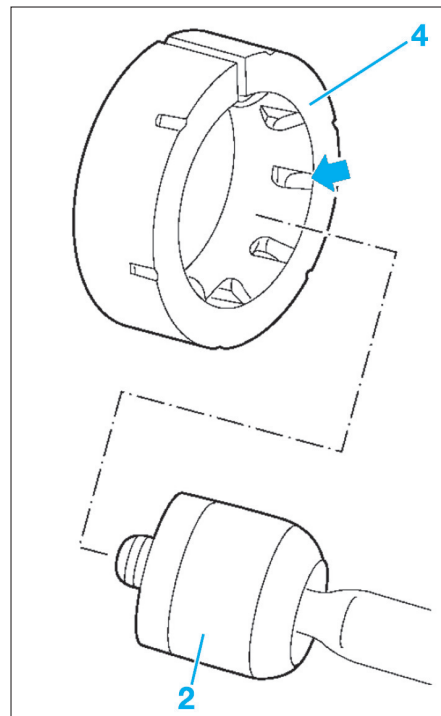

Fig. 11
- Remonter la bague d'écartement (4) de manière à ce que la denture (flèche) soit orientée vers sur la biellette (2) (Fig.11).